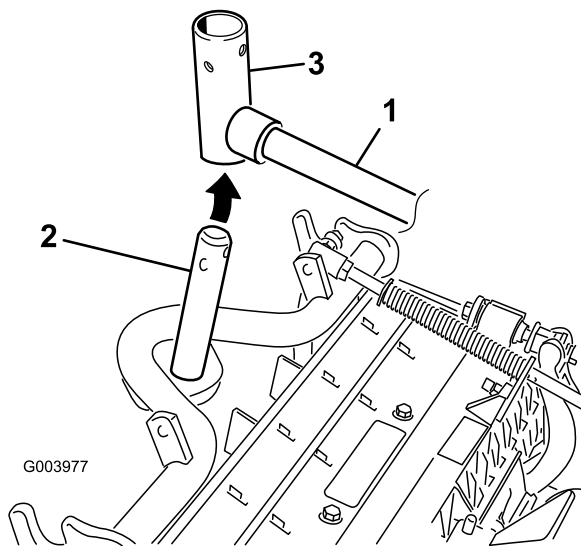

図 7
7. フロントに取り付けるカッティングユニットは、昇降アームの下に入れるときにキャリアフレームのシャフトを昇降アームのピボットヨークに挿入する 図 7。
- B. 昇降アームのヨークをキャリアフレームのシャフトに通す(図 7)。